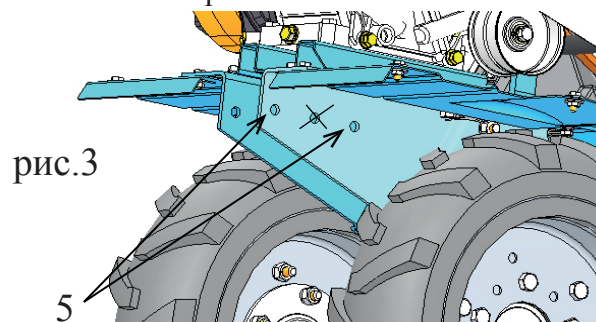
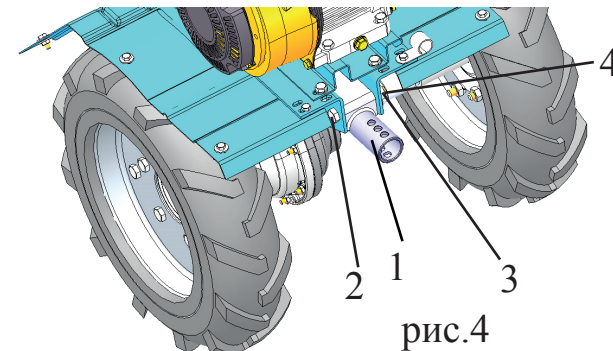

рис.3
рис.4
Установить и закрепить шатырь (1) сцепного устройства через отверстия (5) в угольниках (рис. 3) с помощью двух болтов, шайб и гаек М10 (2, 3, 4) (рис. 4).